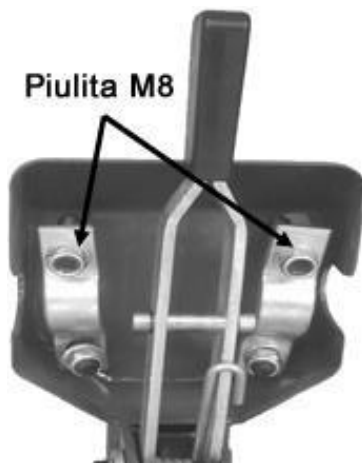

Figura 10
9. Dezasamblați cele două piulita M8. Consultați Figura 10.